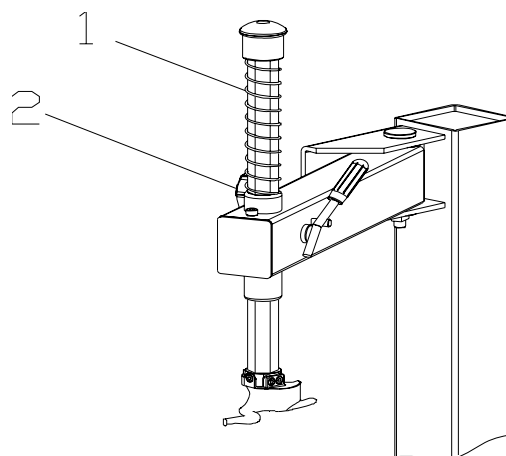

Рис. 8-10
Установите пружину (1) на вертикальный шток. Установите винт, снятый с крышки штока, и вкрутите маховичок в резьбовую втулку консоли, как показано на рис. 8-10.